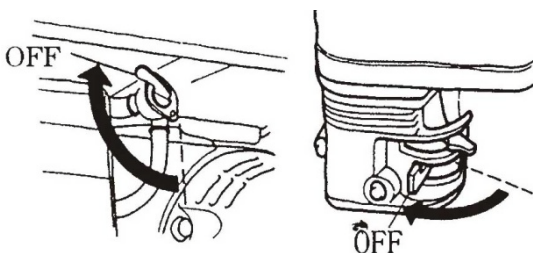

Fig . 36
6.2.4 Coloque el interruptor del combustible en la posición OFF (Figure 36)